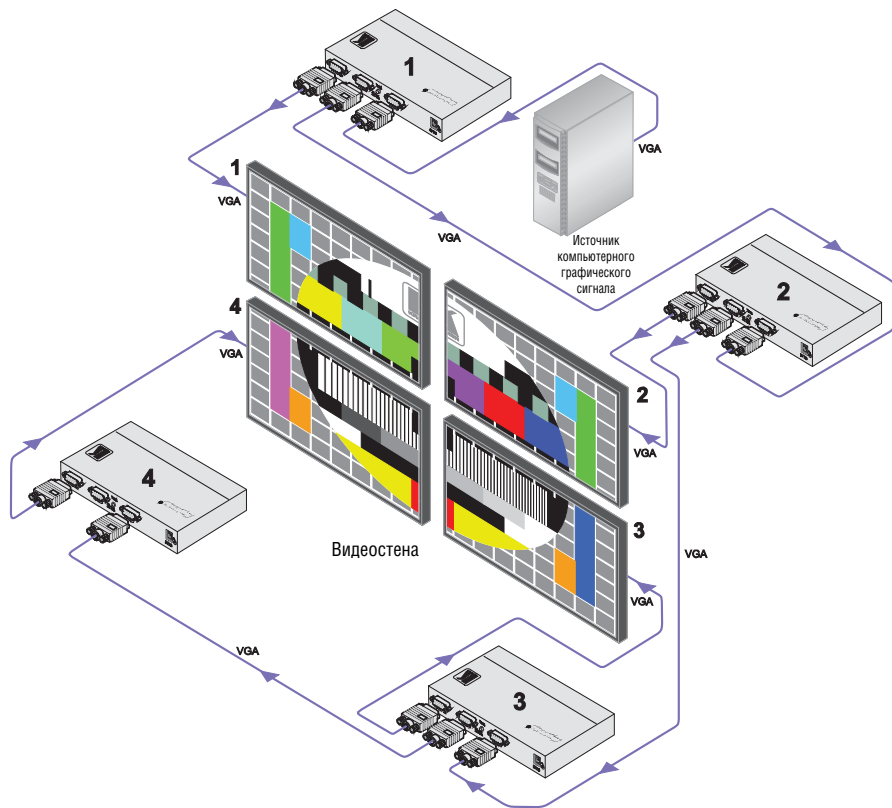

Рис. 2. Подсоединение масштабатора PC для видеостен VP-423
В приведенном на рис. 2 примере показана видеостена, составленная из четырех экранов, скомпонованных в матрицу 2x2. Каждый из экранов подсоединен к устройству **VP-423**. Четыре **VP-423** соединены последовательно, а затем настроены с помощью OSD каждого из устройств (см. раздел 7).
Чтобы подсоединить видеостену 2x2 (можно разделить видеостену максимум на 4x4 дисплея) с помощью **VP-423** в соответствии с примером, приведенным на рис. 2, действуйте в следующем порядке:
5. Подсоедините сетевой адаптер 5 В постоянного тока к розетке входа электропитания каждого из устройств **VP-423**, а адаптеры подсоедините к розеткам электросети (на рис. 2 не показаны).